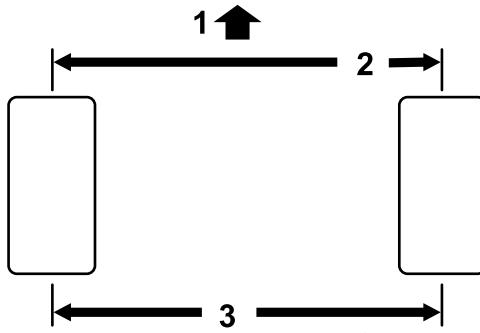

図 72
1. 後輪の前と後ろで、左右のタイヤの中央線間距離を測るアクスルの高さ位置で計測。前での測定値が、後ろでの測定値より 3mm 小さければ合格とする図72。